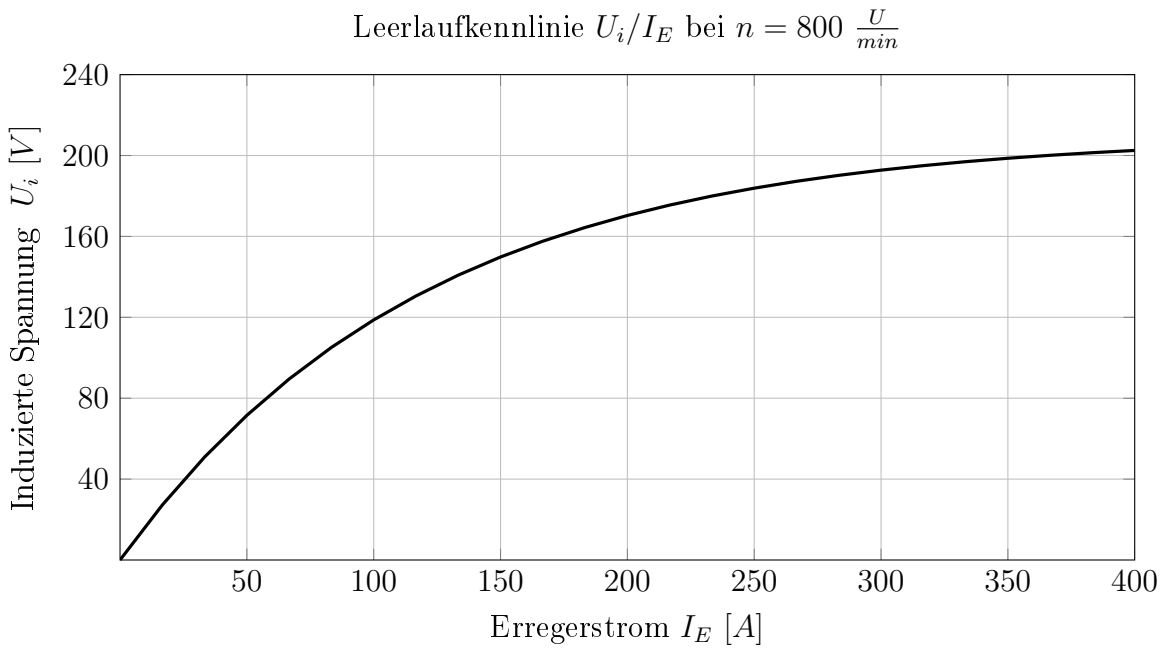

Abbildung 3: Leerlaufkennlinie
Eine Leerlaufkennlinie $\frac{U_i}{I_E}$ bei $n = 800 \frac{U}{min}$ ist gegeben (siehe Abb.3).
- Da es sich hier um eine **Reihenschluss**-Gleichstrommaschine handelt, ist der Strom, welcher durch die Erregerwicklung geht gleich dem Strom durch den Anker $I_A = I_E$. Aus der Abb.3 wird bei $I_A = 280 \text{ A}$ die Induzierte Spannung $U_i = 190 \text{ V}$ abgelesen. Das Moment errechnet sich nach Glg.(??).
- Bei einem geänderten Ankerstrom wird auch eine andere Spannung induziert, wodurch $k_1 \Phi$ neu bestimmt werden muss. Aus der Abb.3 wird bei $I_A = 140 \text{ A}$ die Induzierte Spannung